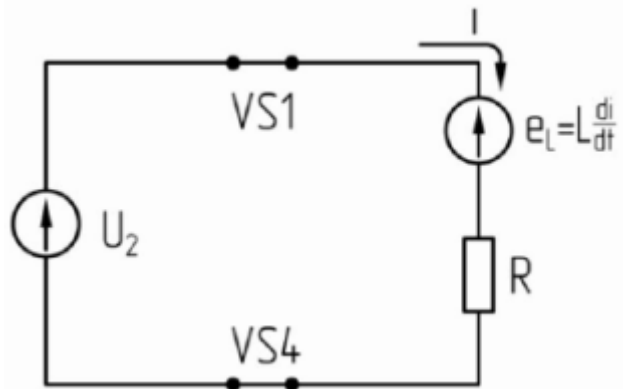

Рис. 10. Схема замещения выпрямителя
1. α . Схема замещения, соответствующая этому интервалу, приведена на рис. 10.